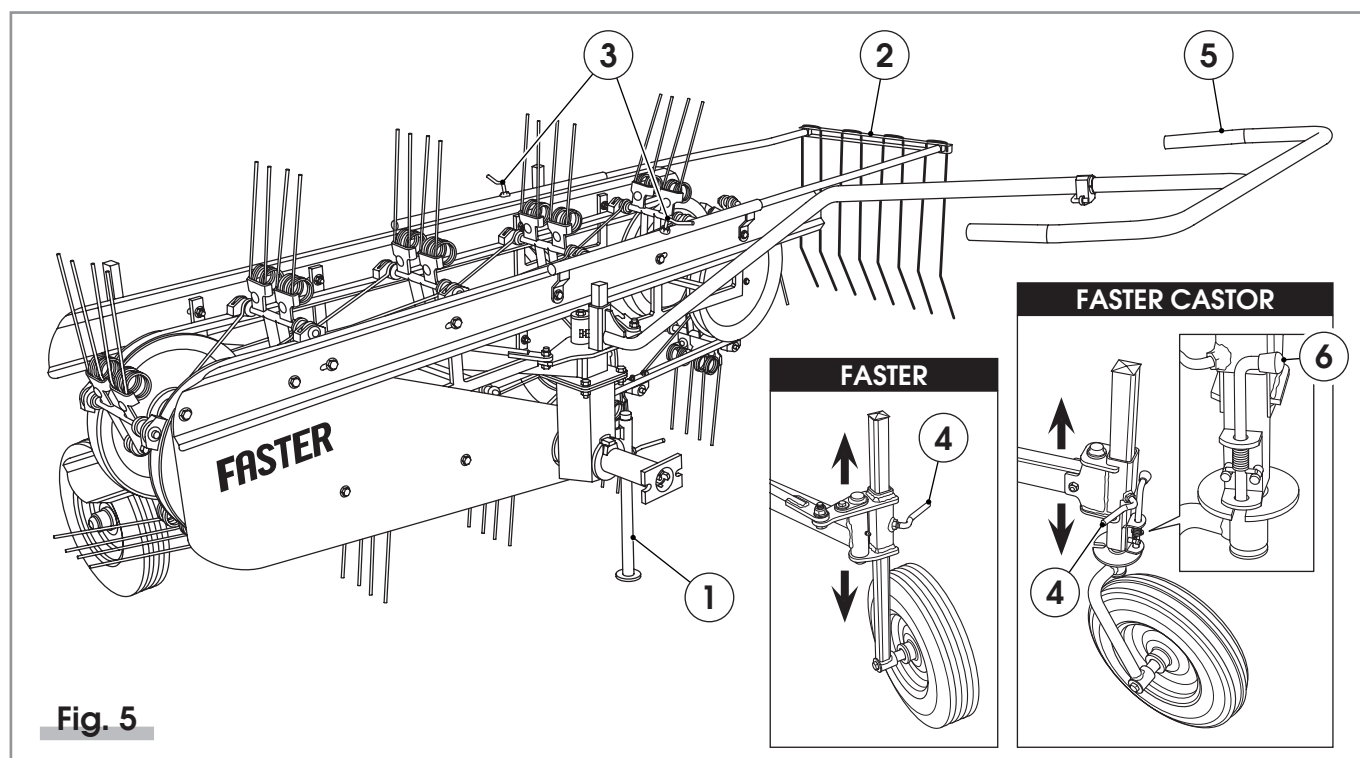

Fig. 5
- # sollevare il piedino di appoggio (Fig.5 Part.1);
- # rientrare il parafieno laterale (Fig.5 Part.2) e fissarlo con gli appositi perni filettati (Fig.5 Part.3);
- # sollevare il nastro da terra agendo sui due montanti ruote posteriori tramite la apposite maniglie filettate (Fig.5 Part.4);
- # usare la leva direzionale (Fig.5 Part.5) per guidare il ranghinatore nella direzione voluta azionandola direttamente dalla posizione di guida del motocoltivatore.
N.B. Nella serie **FASTER CASTOR** è il motocoltivatore o motofalciatrice a guidare il ranghinatore. Per lavorazioni su terreni piani le ruote piroettanti vengono lasciate libere. Per lavorazioni su terreni in pendenza è possibile bloccare le ruote piroettanti in posizione dritta attraverso la leva di blocco ruota (Fig.5 Part.6).
Per ranghinare il nastro deve lavorare orizzontale e deve essere regolato a circa 1 ÷ 2 cm dal terreno abbassando il ranghinatore agendo sui due montanti delle ruote posteriori tramite le apposite maniglie filettate (Fig.5 Part.4) in modo che la raccolta del foraggio avvenga senza causare uno sforzo eccessivo agli organi della macchina come indicato in Figura 6. Il paraferno laterale (Fig.5 Part.2) deve essere allargato e fissato in una posizione adeguata alla quantità di fieno in raccolta.
Il ranghinatore va posizionato inclinato agendo sempre sui due montanti delle ruote posteriori tramite le maniglie filettate (Fig.5 Part.4) posizionandoli come indicato in Figura 7.
In questa modalità di lavoro il paraferno laterale (Fig.5 Part.2) viene asportato dalla macchina.